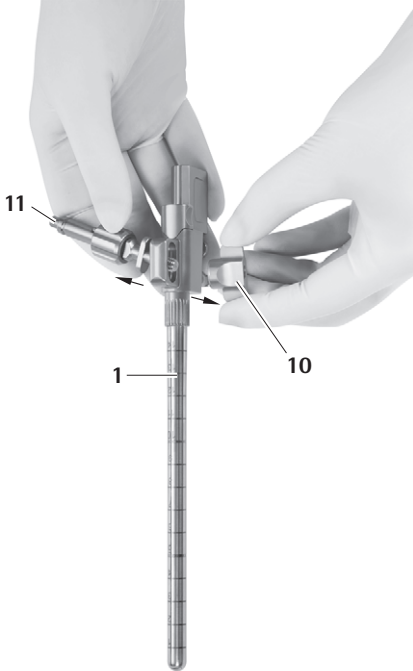

Fig. 13
- ▶ Fjern holdearmsadapteren **11**, se Fig. 13.